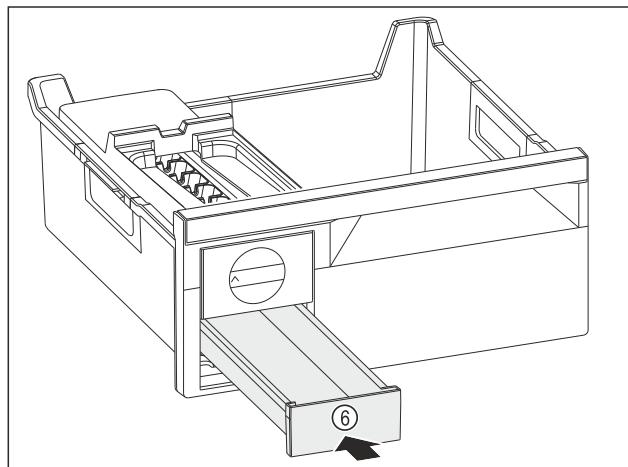

Fig. 88
- Insérer le compartiment à glaçons Fig. 88 (6).